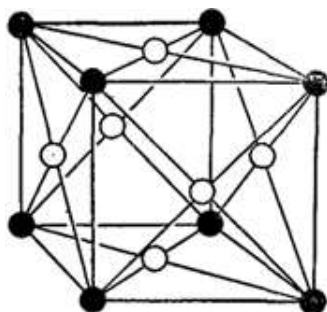

Рис. 3. Кубическая гранецентрированная решетка (ГЦК)
*Медь (Cu)* – этот элемент имеет кубическую гранецентрированную решетку (ГЦК), которая содержит 12 атомов: 8 располагаются по узлам ячейки и 6 атомов в центре каждой грани (рис. 3).